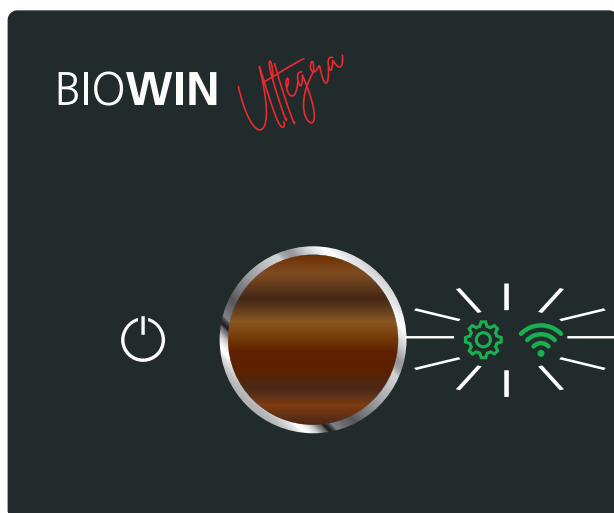
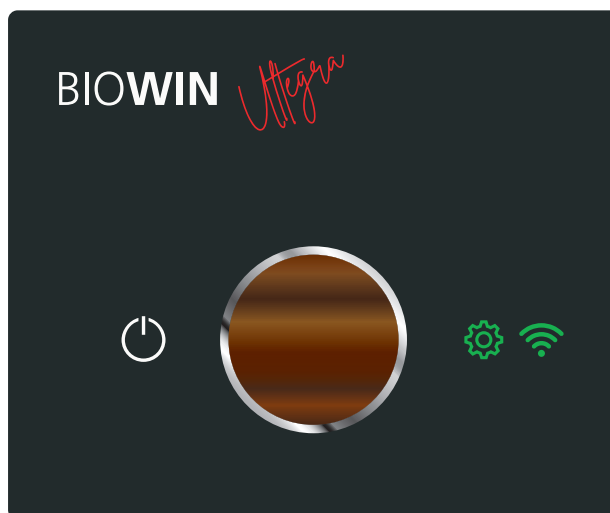

Fig. 25
Fig. 26
- ▶ Ruotare il pulsante myMagic sulla caldaia sul simbolo Impostazioni  Ruotare e premere brevemente. Viene avviata la modalità di connessione alla caldaia, i simboli  e  lampeggiano – Fig. 25. Se è possibile il collegamento con l'APP per il riscaldamento Windhager "myComfort", i simboli  e  si accendono fissi – Fig. 26.